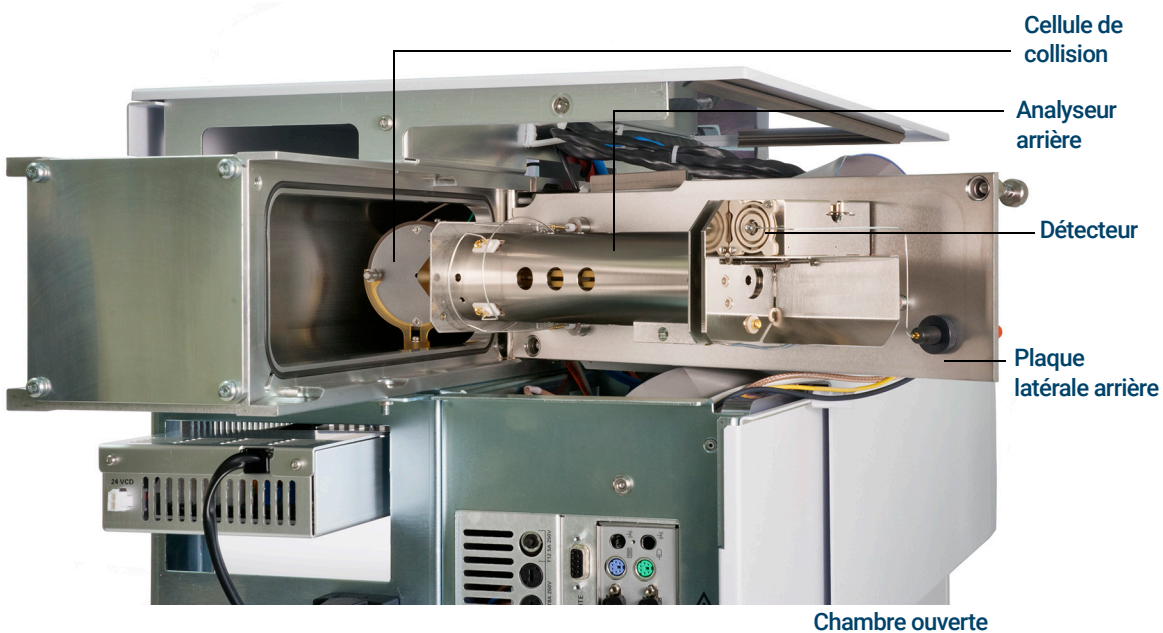

Figure 67. La chambre arrière de l'analyseur
- 4 Desserrer les vis moletées de la plaque latérale arrière de l'analyseur si elles sont serrées. (Voir **Figure 67** page 228.)